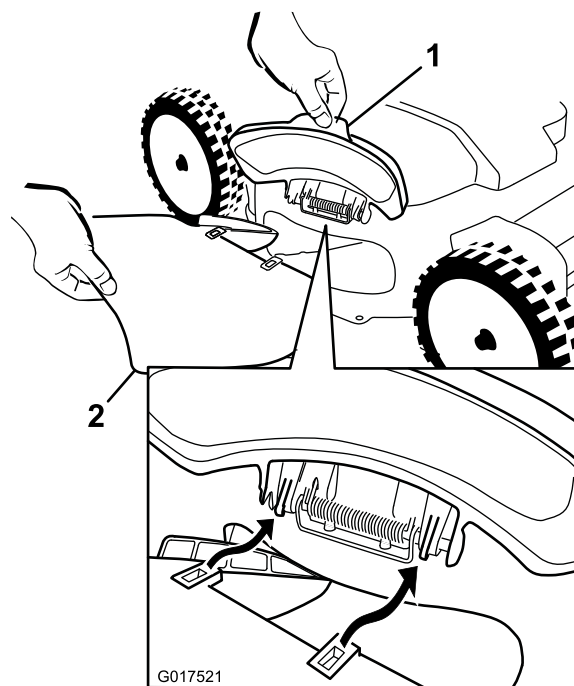
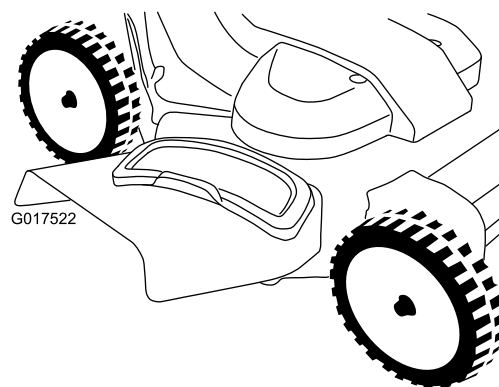

Рисунок 29
Рисунок 30
2. Установите боковой желоб для выброса, как показано на Рисунок 29 и Рисунок 30, и закройте отражатель на желобе.
1. Поднимите боковой отражатель выброса в открытое положение (Рисунок 29).